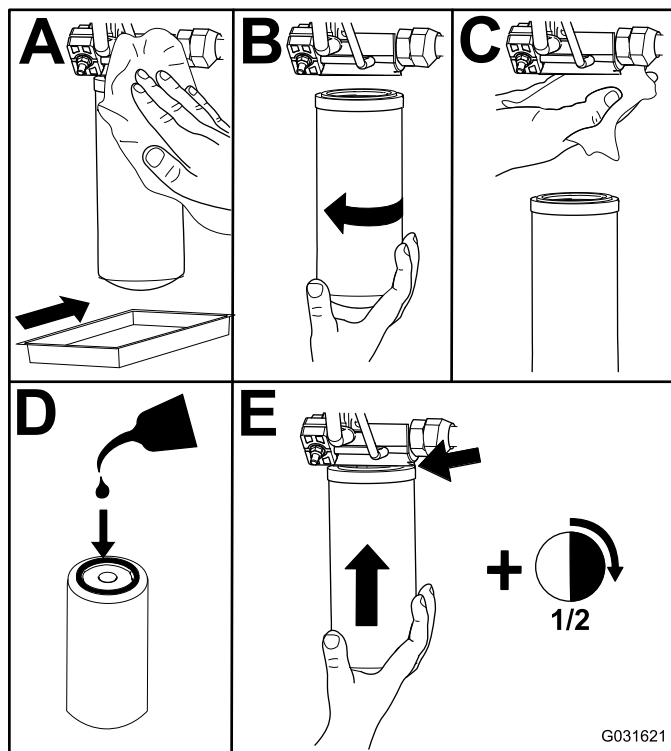

Figura 105
- Substitua os filtros hidráulicos (Figura 105).